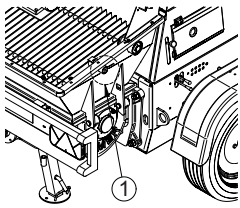

Fig. 1
Le tableau 1 contient les données techniques de la pompe pour chapes, en référence à la figure 1.
4.1 DESCRIPTION DE LA POMPE À BÉTON (voir Fig. 1)
- L'ouverture de la grille de protection, située sur la trémie supérieure, doit bloquer le mouvement de l'agitateur de la trémie inférieure, de la vanne coudée et des pistons de pompage via le signal du capteur (Fig. 1 Rep. 1).